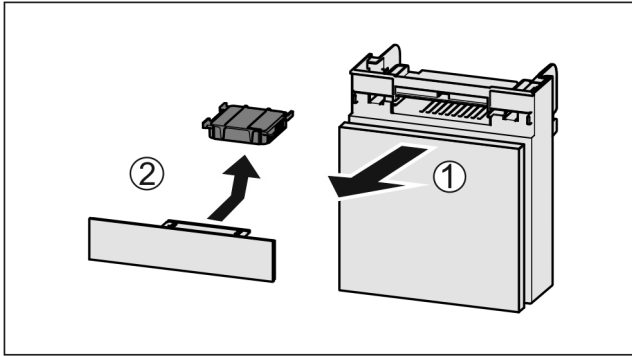

Fig. 126
- ▶ Fach nach vorne herausziehen Fig. 126 (1).
- ▶ Aktivkohlefilter entnehmen Fig. 126 (2).